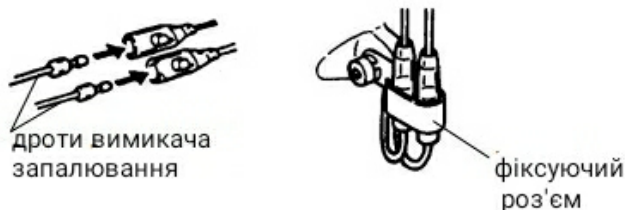

Рисунок 9. Схема під'єднання проводів вимикача запалювання.
8.2 Вимикач запалювання має бути виробником під'єднаний проводом до системи запалювання двигуна. Перевірити роз'єми (рис. 9) на наявність стику.